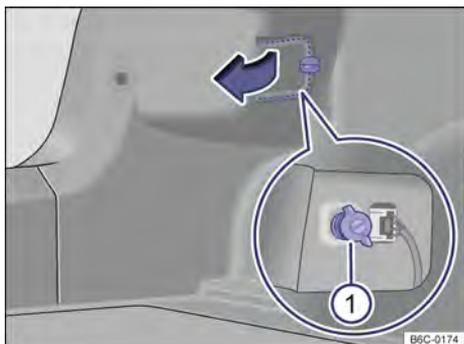

Fig. 131 En el maletero: desmontar la cubierta y retirar el tornillo mariposa ① (fragmento ampliado).
3. Para abrir la cubierta de la linterna, girar la traba → fig. 131 (flecha).
5. Aflojar el tornillo mariposa ① (fragmento ampliado) y retirarlo, sosteniendo, al mismo tiempo, la linterna trasera.
6. Tirar con cuidado de la linterna trasera hacia afuera, para desengancharla de la carrocería → ①.
18. Sustener la linterna trasera en la posición de montaje con una de las manos y atornillar con la otra el tornillo mariposa → fig. 131 ①.